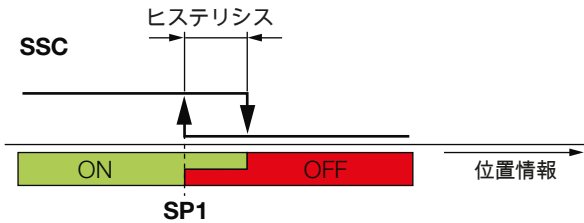

図 6-2: シングルポイントモードにおける存在検出の例
- シングルポイントモード (single-point mode、図 6-2) : 値 : 1